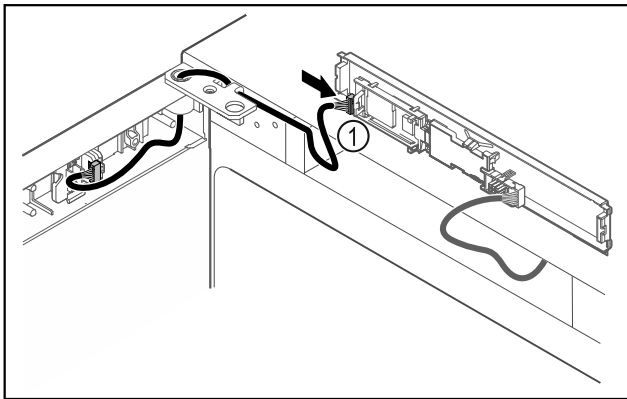

Fig. 44
- ▶ Dugja be a dugót *Fig. 44 (1)* a NYÁK-on.